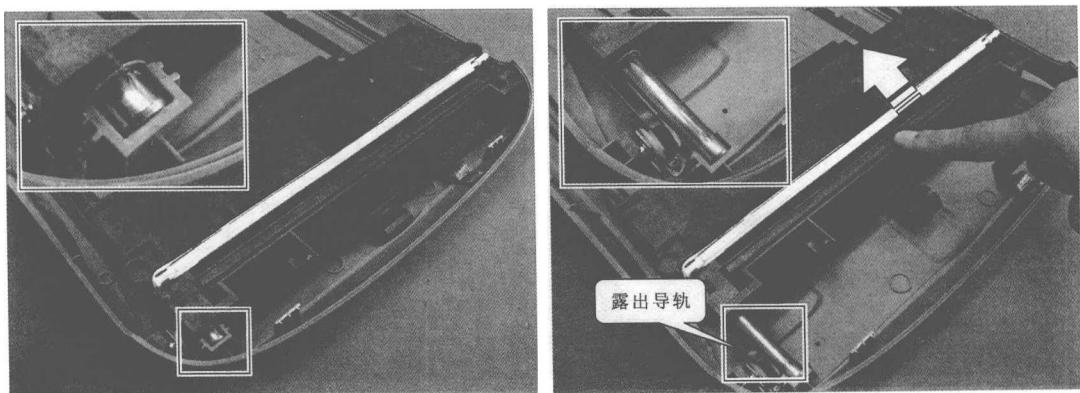

图 1-14 露出滑动导轨
(12) 将打开锁定装置后的扫描系统向前推动，露出滑动导轨，如图 1-14 所示。